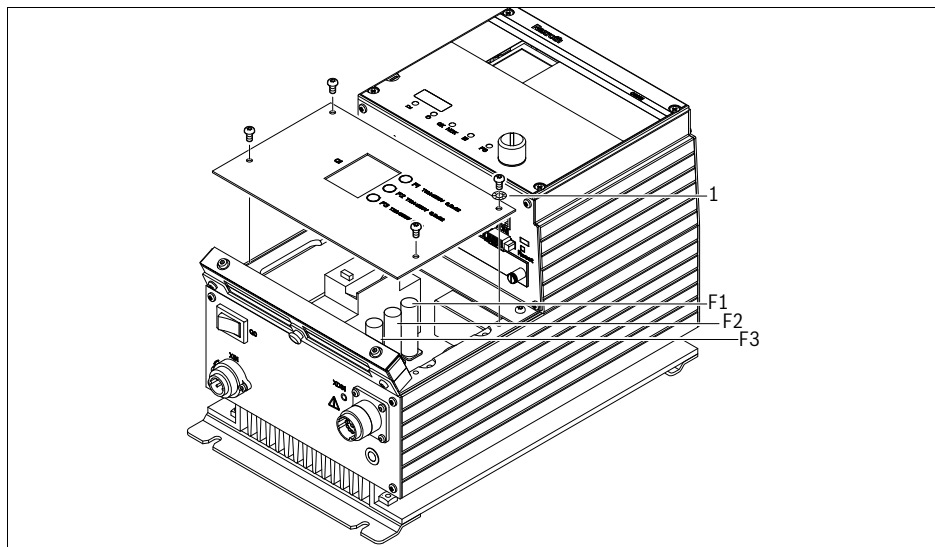

Abb. 28: Sicherungen
- Sicherungen tauschen (siehe Abb. 28).